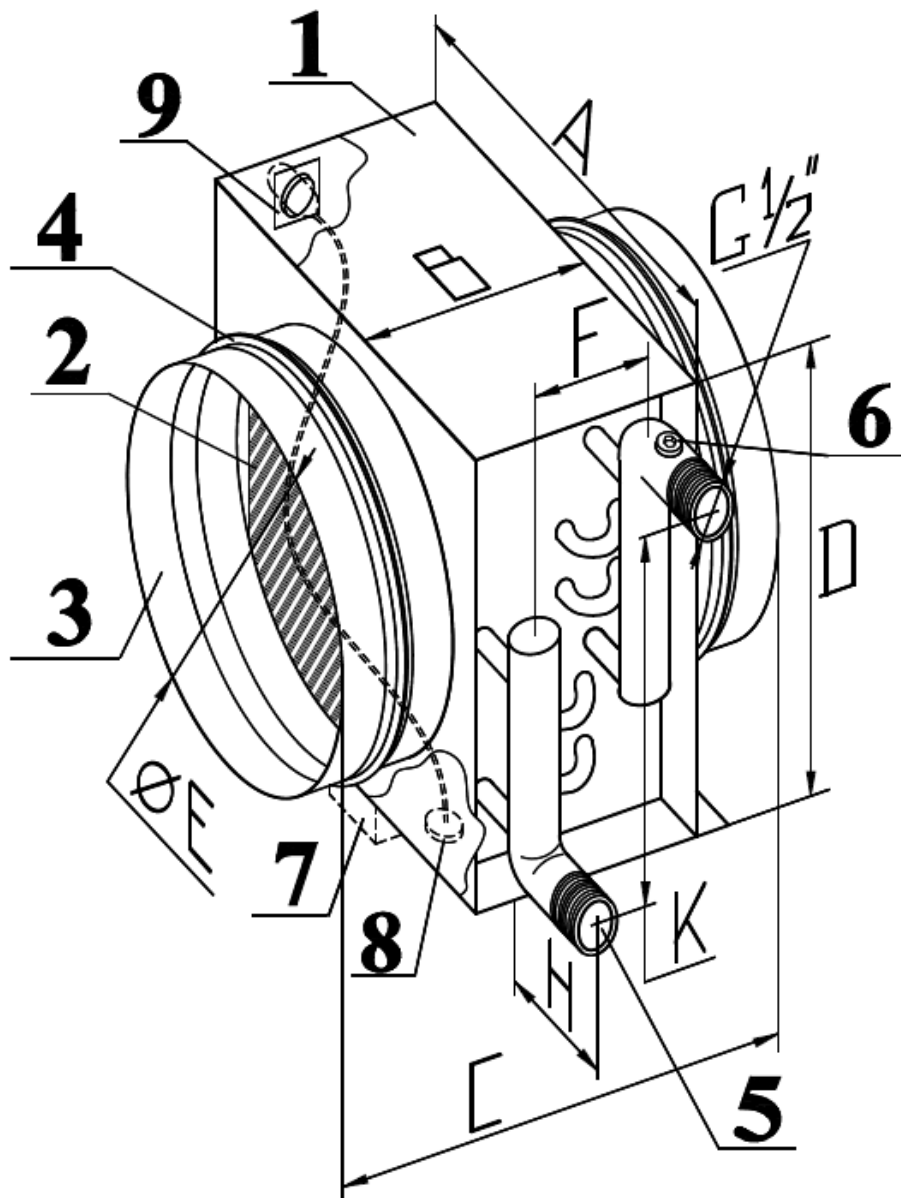

Рисунок 2.1 – Внешний вид воздухонагревателей
Воздухонагреватели стандартно изготавливаются в четырех типоразмерах по присоединительным размерам стыковочного ниппеля (рисунок 2.1, поз.3). Устанавливаемый в них двухрядный теплообменник (поз.2) относится к классу медно-алюминиевых пластинчатых теплообменников. (поверхность теплообмена изготовлена из алюминиевых пластин и проходящих через них медных трубок). Расположение трубок шахматное. Неразборный корпус (поз.1) в стандартном исполнении изготавливается из оцинкованной стали марки 08ПС, при нержавеющей исполнении корпус изготавливается из нержавеющей стали марки AISI430. Пайка соединений осуществляется припоем с 5% содержанием серебра, что обеспечивает высокое качество паяных деталей.
5.2.2. Стравливание воздуха из теплообменника можно производить установив вместо верхних резьбовых пробок в коллекторах (поз.2, рисунок 2.1) воздухоотводящие устройства (вентили). При необходимости достаточно установить вентили в один из коллекторов – в котором наиболее высоко расположена последняя отводная трубка (поз.3, рисунок 2.1).
5.2.3. Для слива теплоносителя из контура теплообменника используются нижние резьбовые пробки коллекторов. При необходимости достаточно выкрутить пробку в одном из коллекторов – в котором наиболее низко расположена последняя отводная трубка (поз.4, рисунок 2.1). При этом необходимо обеспечить сообщение с атмосферой входного коллектора теплообменника.
5.2.6. В случае замятия ламелей теплообменника (поз.1, рисунок 2.1) их необходимо выпрямить специальным инструментом – гребёнкой.